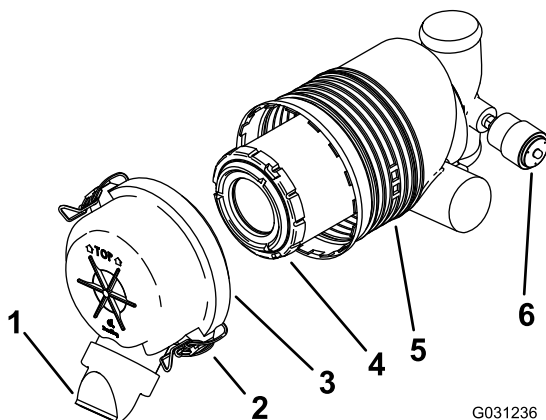

Figura 44
Importante: Effettuate la manutenzione del filtro dell'aria quando la spia diventa rossa (Figura 44). Sostituendo il filtro dell'aria prima del necessario aumenta il rischio che la morchia entri nel motore quando si toglie il filtro.
4. Rilasciate i dispositivi di fermo del filtro dell'aria e togliete il coperchio dal corpo del filtro (Figura 44).
1. Estraete con cautela il filtro dal corpo del filtro dell'aria (Figura 44).
4. Montate il filtro con attenzione (Figura 44).
5. Montate il coperchio del filtro dell'aria con il lato contrassegnato TOP (alto) rivolto in alto, quindi fissate i dispositivi di fermo (Figura 44).